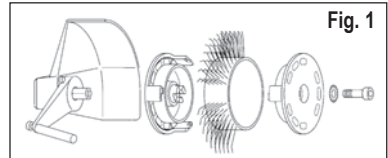
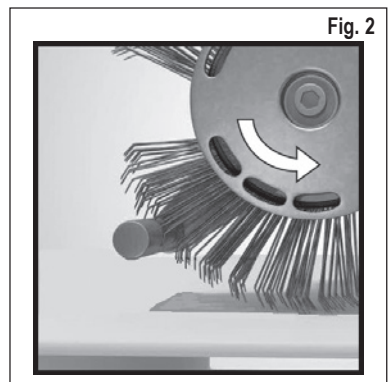

Fig. 1
Fig. 2
3. Afbryd for trykluftforsyningen, og fastgør så **MBX® Bristle Blaster®** bånd 23 mm resp. 11 mm korrekt til værktøjet med holdesystemet (bemærk omløbsretning) og den dertil indrettede stjernefjederskive og skrue. Se fig. 1 og fig. 2
- Anvendes et **MBX**® bånd i den forkerte omløbsretning? – Ret børstebåndet ind således, at det forløber i den foreskrevne retning (se kapitel 7, Ibrugtagning, fig. 2).